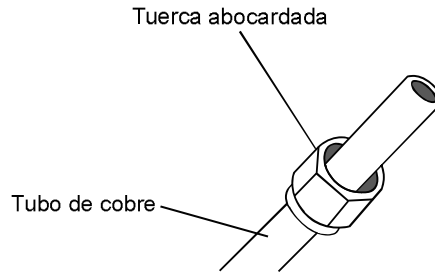

Fig. 5.3
3. Colocar las tuercas abocardadas en ambas puntas del tubo. Verificar que están en el sentido correcto porque no se puede cambiar su dirección después del abocardado. Ver Fig. 5.3.